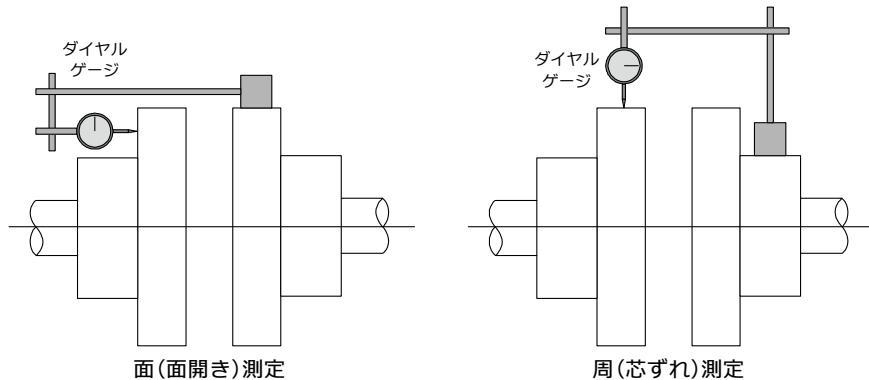

図2.3-1 ダイヤルゲージによる芯出し
- (3) カップリングの面間寸法を外形図に記載されている寸法に従って、テーパゲージなどを用いて確認して下さい。
- (4) ダイヤルゲージなどを用いて芯出しを行って下さい(図2.3-1)。カップリングの90°毎の4点を測定し、それぞれの値が面・周とも5/100mm以下となるように調整して下さい。